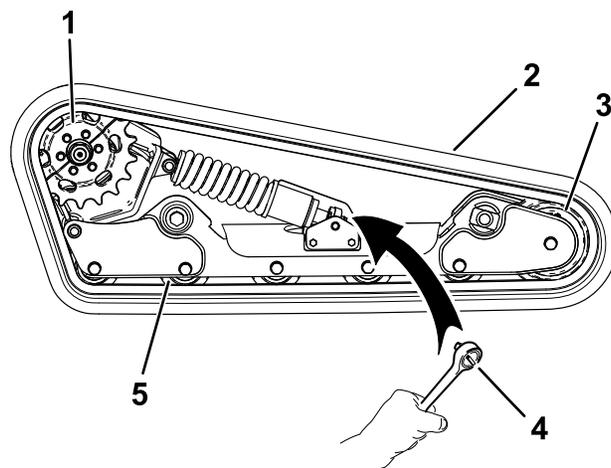

図 61
8. 1/2" のドライブレレンチを使用して、テンショニングねじを左にまわしてドライブテンションを解放する 図 57と 図 61。
9. クローラと噛み合っていないスプロケットハーフを固定しているボルト 3 本を外す 図 61。
14. 新しいクローラを前ホイールに回しかけ、次に駆動ハブのスプロケットの無い側に回しかける 図 61。
15. ロードホイールの下および間にクローラを押し込むようにして、フレームに取り付ける 図 61。